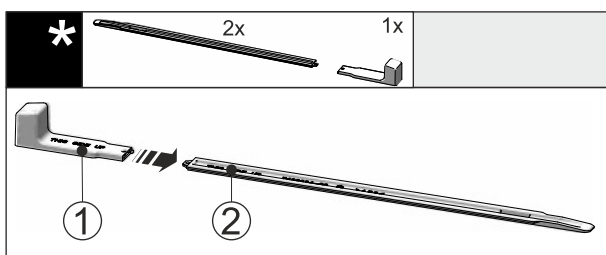

Fig. 45
▶ Вставьте монтажную ручку Fig. 45 (1) в выравнивающую рейку Fig. 45 (2).